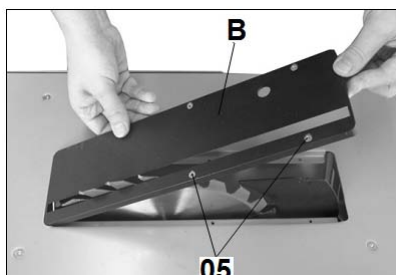

Рис. 8
Поместите вставку в верхнюю часть стола и закрепите ее 4 винтами (05), см. Рис. 8.